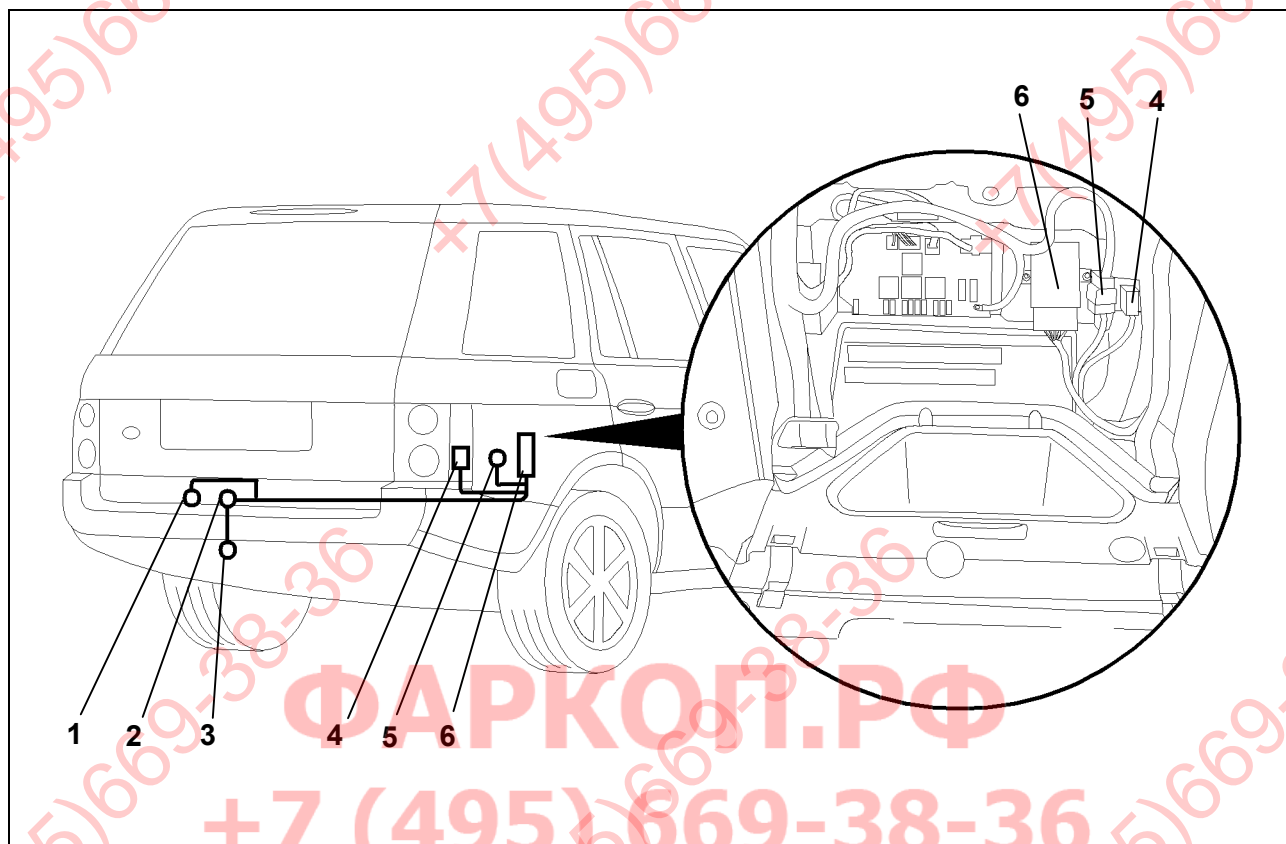

Abb. 1: Einbauübersicht
4. Das Leitungsende mit dem 12- und 15-poligen Stecker von außen durch die Kabel-Durchführung (Abb. 1/2) ziehen. Das andere Ende zum Steckdosenhalteblech (Abb. 1/3) verlegen.
5. Die Gummitülle in die Kabel-Durchführung (Abb. 1/2) einsetzen.
6. Die Masseleitung am vorgesehenen Masseanschluss am Heckabschlussblech (Abb. 1/1) festschrauben.